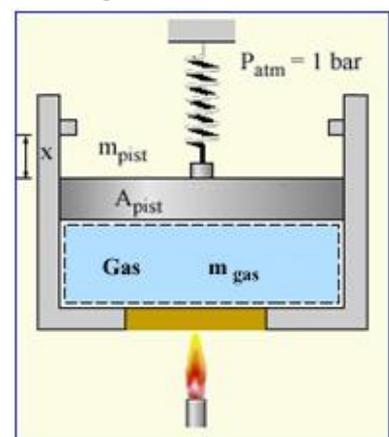

Fig. E2.2
Existe una forma alternativa de calcular el trabajo, utilizando la expresión $\int P \cdot dv$, sin hacer la hipótesis de proceso politrópico. Para ello deberemos poner la expresión de P desagregada en sus diferentes componentes. De acuerdo con la figura E2.2 a, si tomamos como frontera el interior del cilindro, sin el émbolo, tendremos la expresión siguiente para la P del gas:
c) Si tomamos como sistema el correspondiente a la fig. E2.2 b, la presión en la frontera del sistema es ahora: